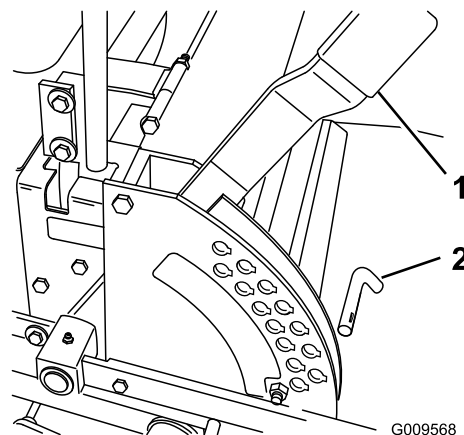

Figure 19
1. Relevez le levier de sélection de hauteur de coupe en position de transport (qui correspond aussi à la hauteur de coupe de 127 mm) (Figure 19).
2. Pour changer de hauteur de coupe, retirez l'axe du support de hauteur de coupe (Figure 19).
3. Placez l'axe de chape dans le trou du support correspondant à la hauteur de coupe voulue (Figure 19).